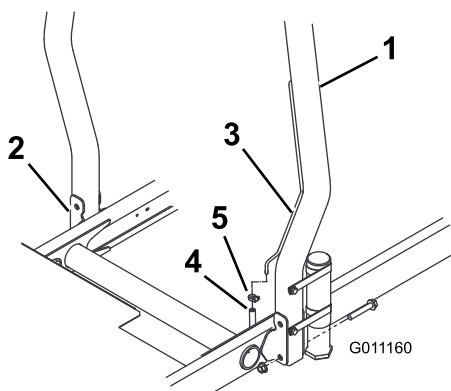

Figura 8
1. Baje la barra anti-vuelco sobre los soportes de montaje de la unidad de tracción, alineando los taladros de montaje. Asegúrese de que el tubo de ventilación de la barra anti-vuelco está en el lado izquierdo de la máquina (Figura 8).
2. Fije cada lado de la barra antivuelco a los soportes de montaje con 2 pernos con arandela prensada y 2 contratuercas (Figura 8). Apriete las fijaciones a 81 N·m.